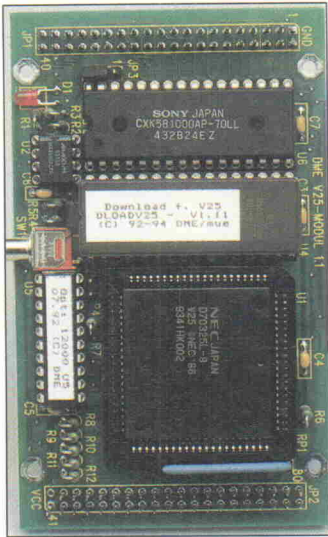

Bild 1. Pascal-Kern: Auf 60 x 100 mm residieren die CPU V25-8, ein GAL zur Adreßdekodierung nebst RAM und EPROM, sowie ein Watchdog/Resetgenerator MAX690.
Das Kit besteht im wesentlichen aus einem 8086-kompatiblen V25-Prozessor, Speicher, einem hintergrundbeleuchteten zwei-zeiligen LCD-Display (Sharp LM16X21A, 16 Zeichen/Zeile), 4 Tasten und 8 LEDs. Die 32...512 KB RAM und ebensoviel (EP)ROM fassende Prozessorkarte (Bild 1) steckt man sandwichartig auf die Grundplatte im Europaformat auf. So lassen sich schnell unterschiedliche Konfigurationen zusammenstellen. Baut man das für 19-Zoll-Rahmen vorbereitete Basisboard in ein Gehäuse ein, dann kann das Display abge-